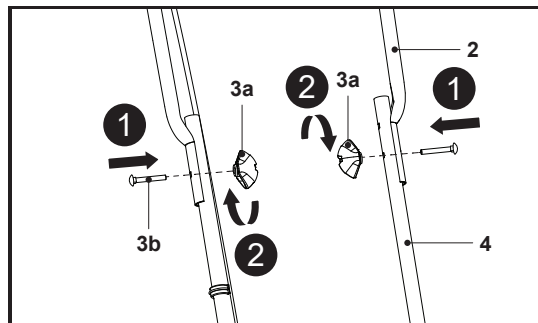

Fig. 2
1. Fije la barra superior del manillar (2) a las barras inferiores del manillar (4) y alinee los orificios de la barra superior del manillar con los de las barras inferiores del manillar (Fig. 2).
2. Fije la barra superior del manillar (2) a las barras inferiores del manillar (4) con los juegos de montaje (3) y apriete las perillas (3a) en el sentido de las agujas del reloj (Fig. 2).